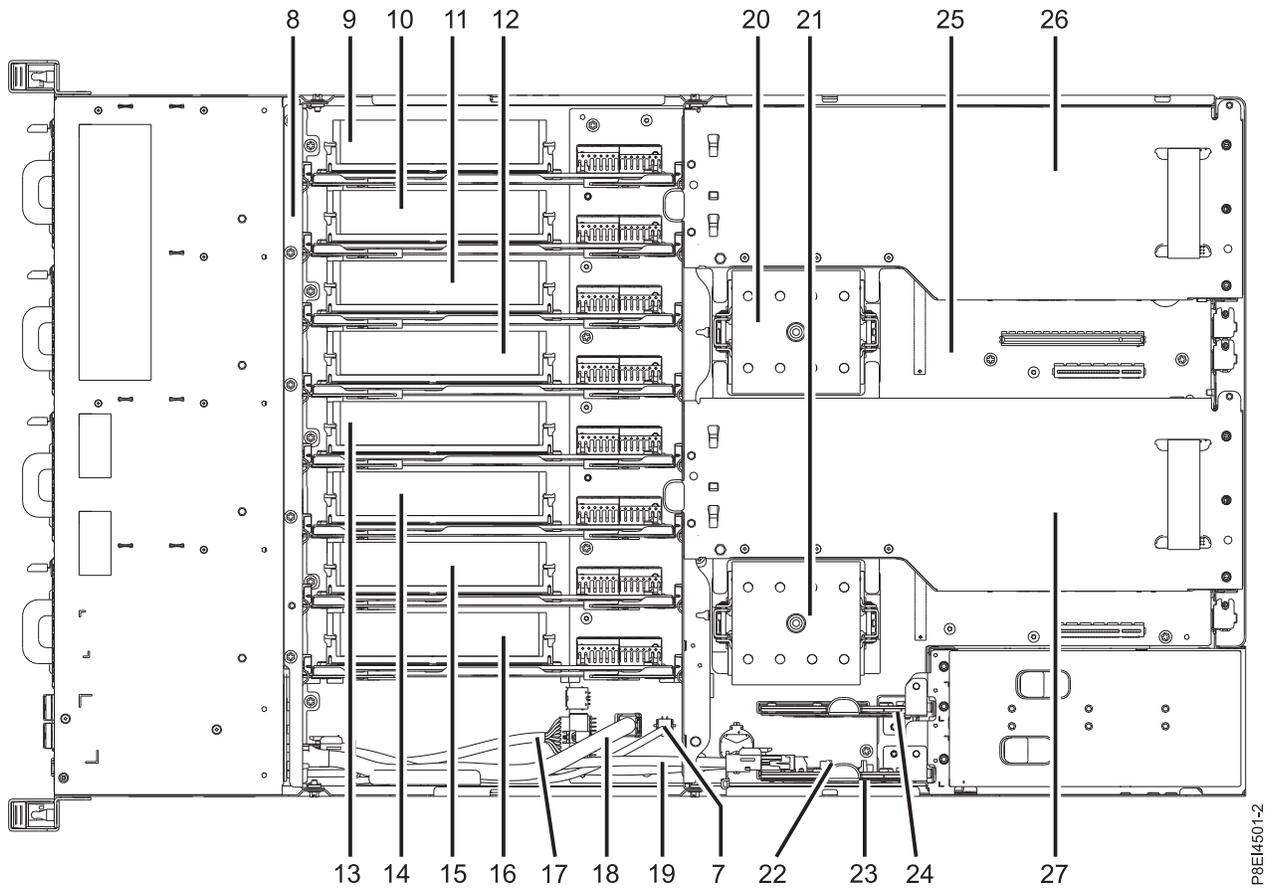

図 37. メモリー・ライザーの位置: 位置の 9 から 16
2. 目的のメモリー・ライザーを確認します。 41 ページの図 37 は、8335-GCA または 8335-GTA システム内のメモリー・ライザーの位置を示しています。